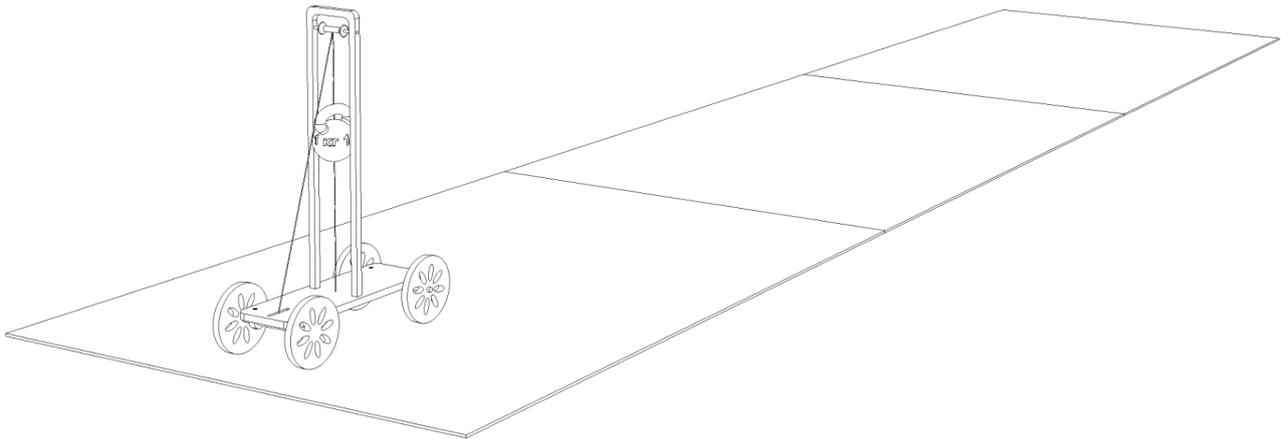

Рисунок 5 – Проекция 3D-сборки опытной установки для демонстрации преобразования энергии
**Детали для моделирования (рисунок 5):**